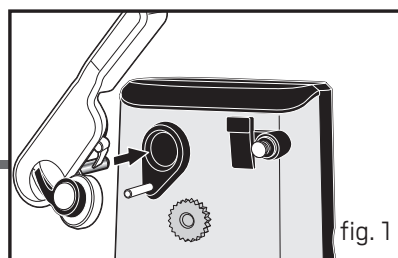

fig. 1
2. Fixez le levier de commande dans le trou de serrure de l'appareil. Consultez la figure 1.